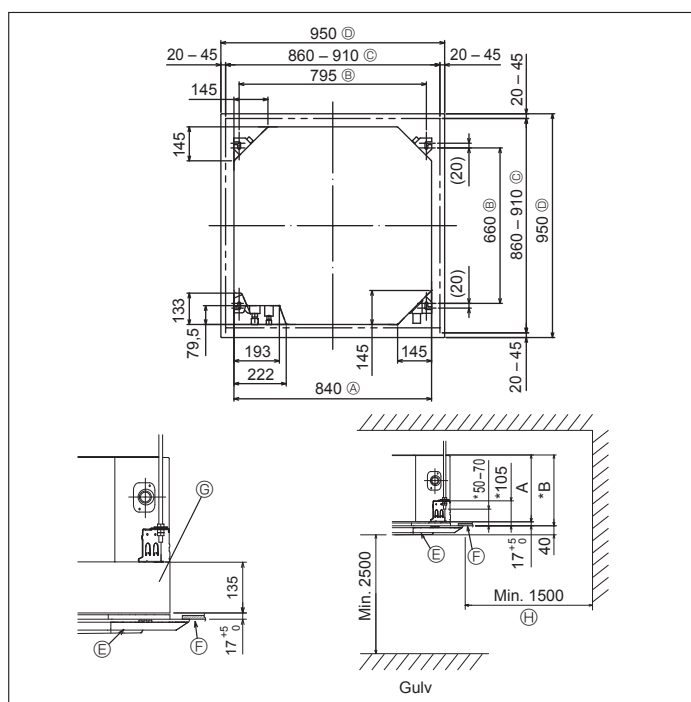

Fig. 3-2
④	Bånd (stort)	8
⑤	Bånd (lille)	1
⑥	Drænmuffe	1
⑦	Isolering	1
3.2. Åbninger mod loft og placering for installation af suspensionsbolt (Fig. 3-2)
* Dimensionerne på åbningerne i loftet kan reguleres inden for det i Fig. 3-2 viste område. Hovedenheden centreres i forhold til åbningen i loftet, således at mellemrummet mellem enhedens sider og loftkanterne er ens på alle sider.